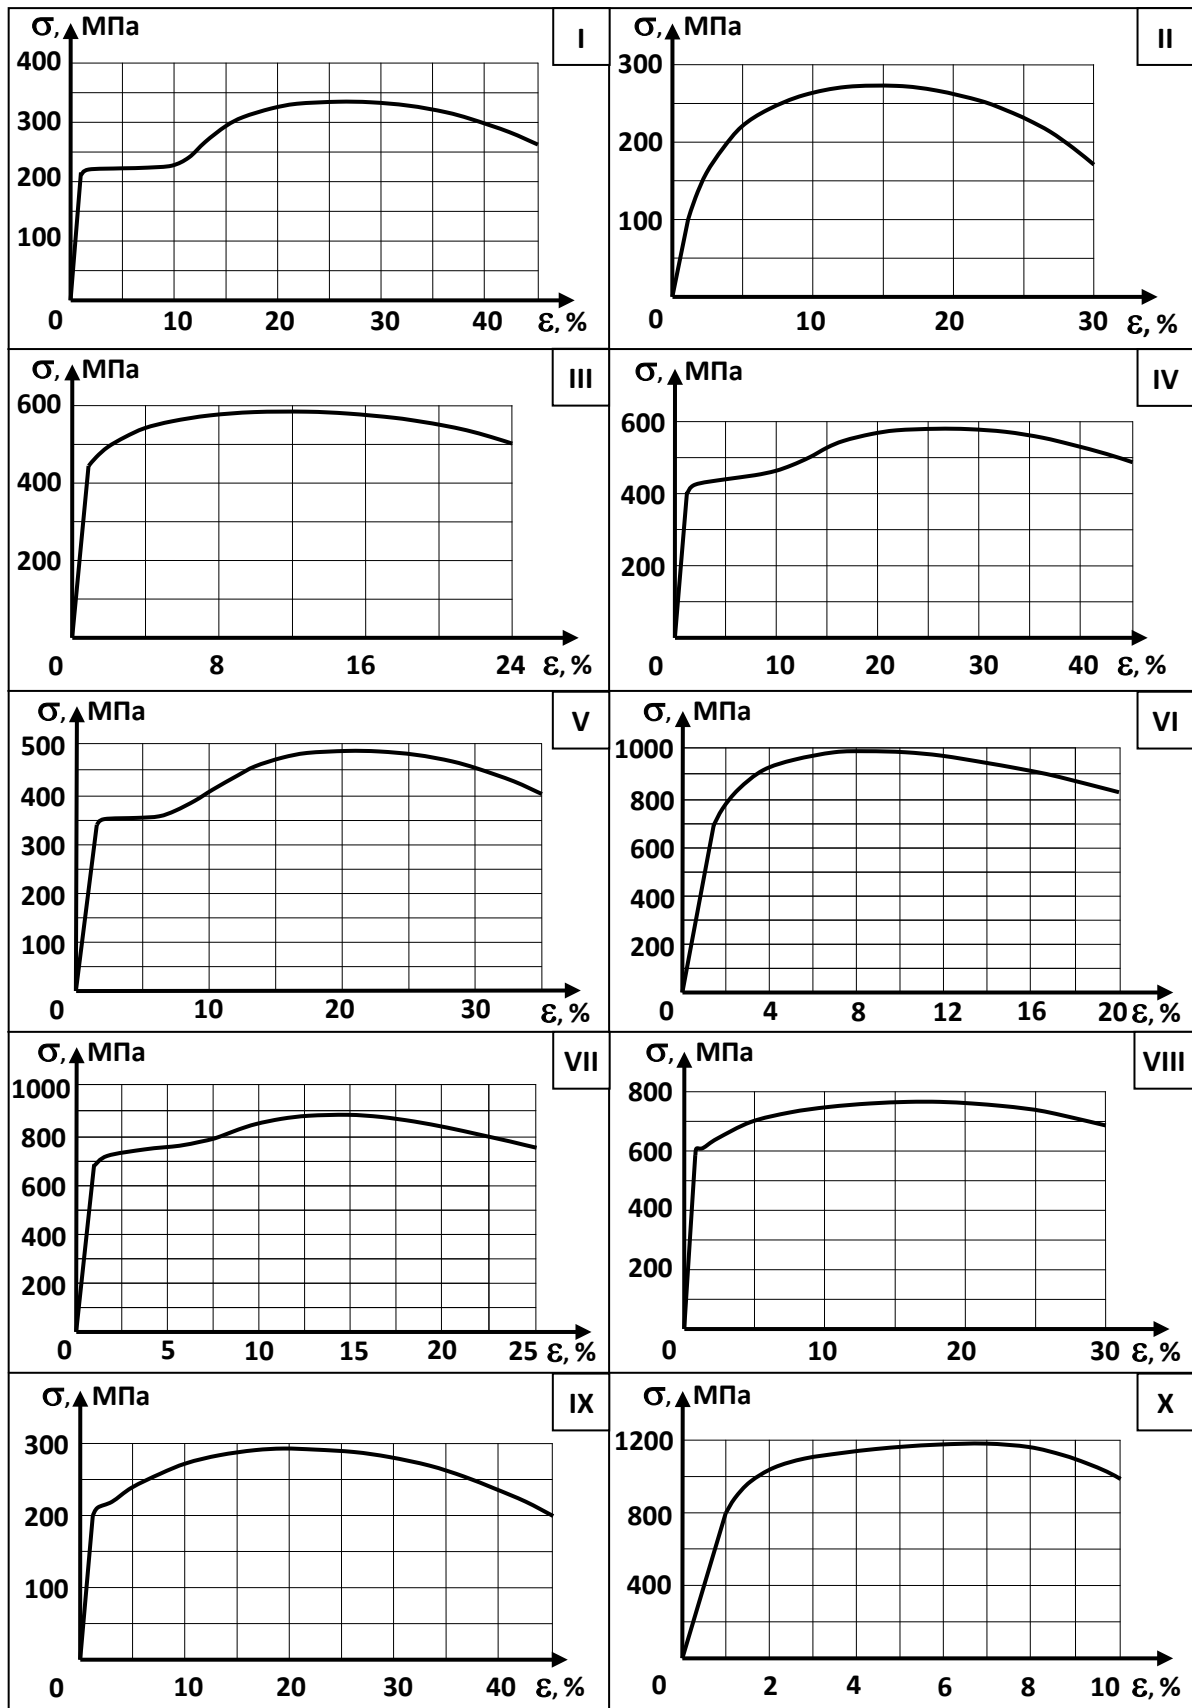

Рис. 2.2. Условные диаграммы растяжения материалов.
3. По заданной диаграмме рис. 2.2 определить $\sigma_{шц}$, σ_B , σ_T (или $\sigma_{0,2}$) – параметры прочностных свойств материала 2 (для диаграммы с выраженной площадкой текучести найти σ_T , если площадка текучести отсутствует – оценить величину $\sigma_{0,2}$).